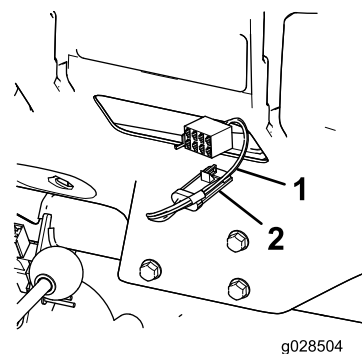

Bild 12
2. Schließen Sie den 4-Stift-Stecker des Kabelbaumadapters am 4-Buchsen-Stecker für die Kabel der Bedieneinheit an (Bild 12).